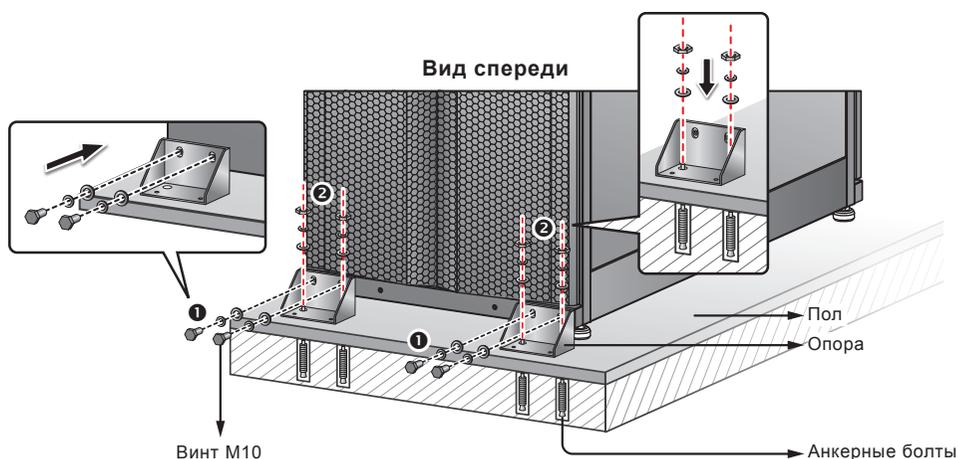

Рис. 5-2. Установка опор спереди
- 3) Торцевым ключом на 16 мм отверните 4 винта M10 ❶ и снимите с поддона две опоры, фиксировавшие ИБП при транспортировке. Прикрепите две опоры этими винтами к ИБП спереди. Для фиксации ИБП ❷ прикрепите опоры к полу анкерными болтами с гайками. Анкерные болты приобретаются отдельно. См. **Рис. 5-2**.